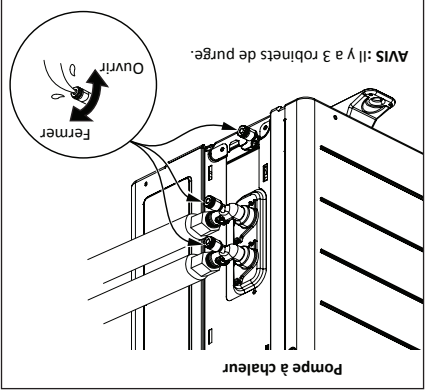

Figure 22 - Purger tout l'air de l'appareil.
**1** Pour purger l'air de l'appareil, trouver les bouchons de vidange et les desserrer, mais sans les retirer, à l'aide d'une petite pince ou à la main. Une fois que l'eau s'écoule de manière régulière, la laisser couler pendant au moins 2 minutes. Pour éviter de perdre les bouchons de vidange, il est conseillé de ne pas les retirer. **AVIS** : Le temps nécessaire à la purge complète de l'air peut varier en fonction de la longueur de la conduite d'entrée et des différences de hauteur (Figure 22).